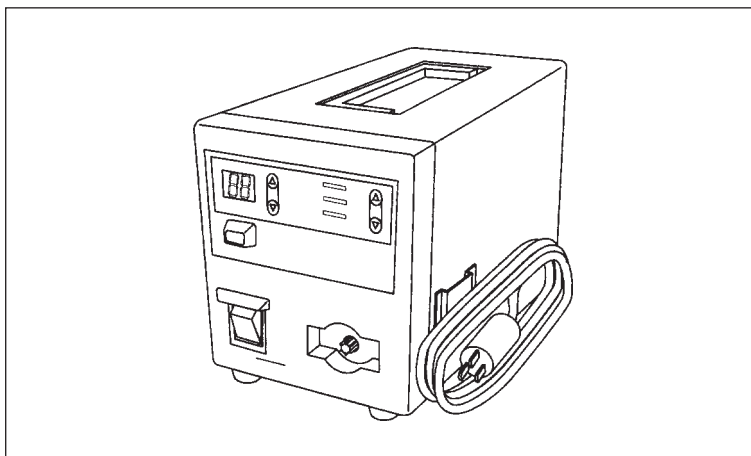

Рис. 6.14
4. ПРИБОР ДЛЯ ТЕРМОКОАГУЛЯЦИИ следует хранить в состоянии, показанном на рис. 6.14, в сухом месте, на прочной горизонтальной поверхности.